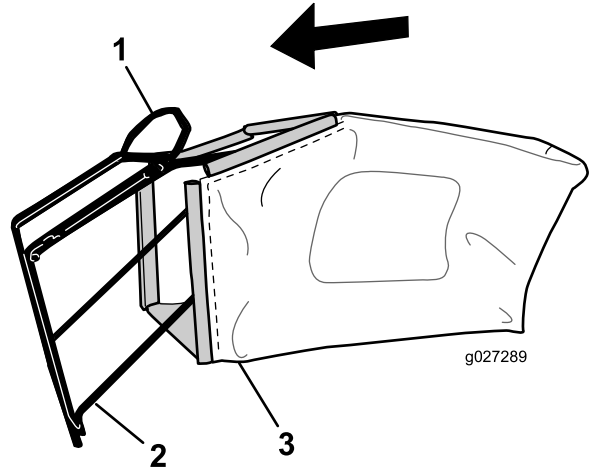

图8
1. 如 图8 所示将集草袋滑到机架上。
注意 不要将集草袋滑到手柄上 图8。